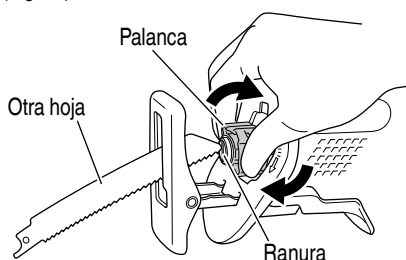

Fig. 12
- (1) Si una parte de la hoja de sierra rota sobresale de la pequeña hendidura del sujetador de la hoja, saque la parte saliente y extraiga la hoja.
- (2) Si la hoja de sierra rota se encuentra oculta dentro de la pequeña hendidura, enganche la hoja rota utilizando la punta de otra hoja de sierra y extraícala. (Fig. 12)